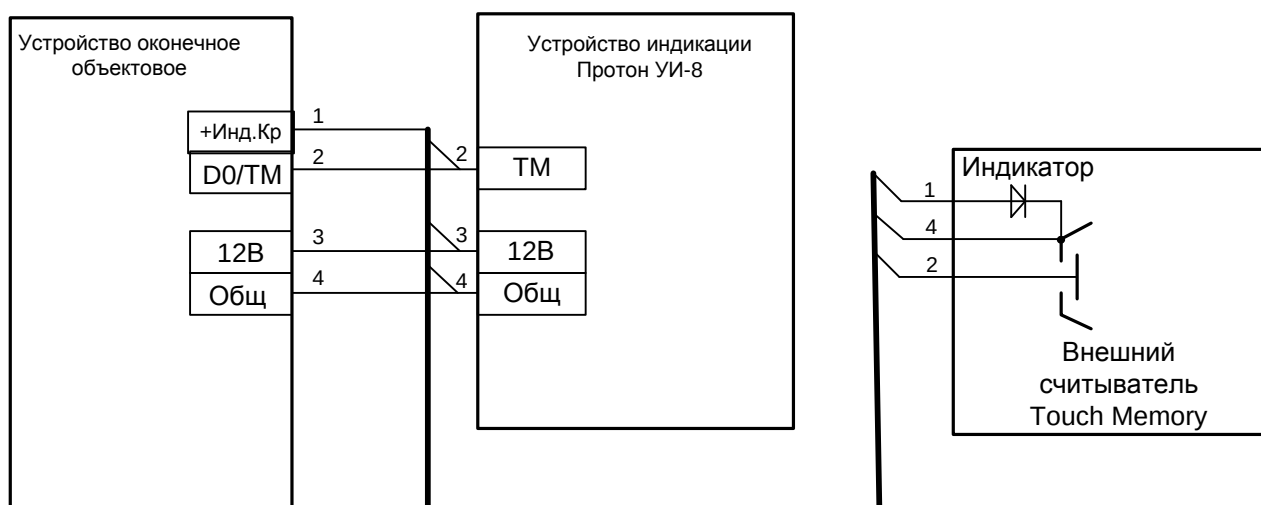

Рисунок 2.1
- 4) открыть крышку устройства, предварительно отвернув винты крепления; подключить все линии, соединяющие устройство с УОО согласно рис. 2.1. Подключение по интерфейсу 1-Wire, по 3-х проводной линии. По двум проводам обеспечивается питание пульта (клеммы «12В» и «Общ»), по третьему проводу обеспечивается связь (клемма «ТМ»). Рекомендуемый тип кабеля – КСПЭВГ 2х2х0,5 мм² или КММ 4х0,35 мм². Максимальная длина линии связи между УОО и устройством составляет 100 метров;